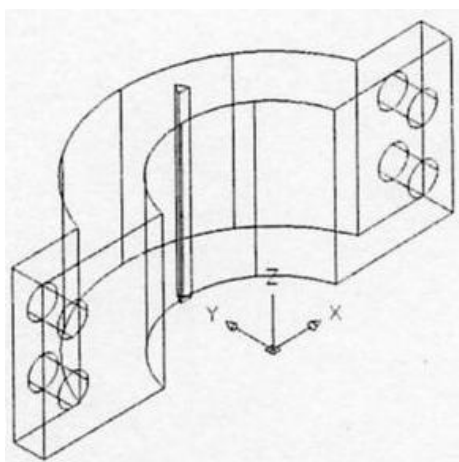

图 11-45 拉伸等边三角形
20、按 Enter 键，拉伸效果如图 11-45 所示。选择【修改】/【三维操作】/【三维阵列】命令，命令行提示如下。